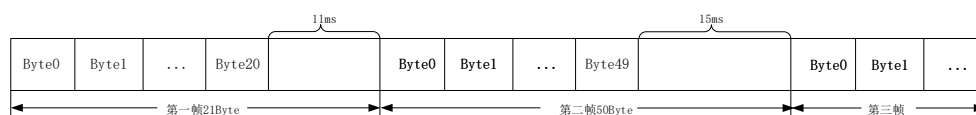

图 5.29 码间超时示意图
- 码间超时：范围 1~500ms，该配置用于串口判断数据是否已接收完成。如图 5.29 所示，当码间超时配置成 10ms，如果串口传输过程中出现空闲超过 10ms 那么串口会把前面已收到数据当做一个分帧。用户需要根据波特率合理配置码间超时时间，避免出现码间超时小于一个码元时间。